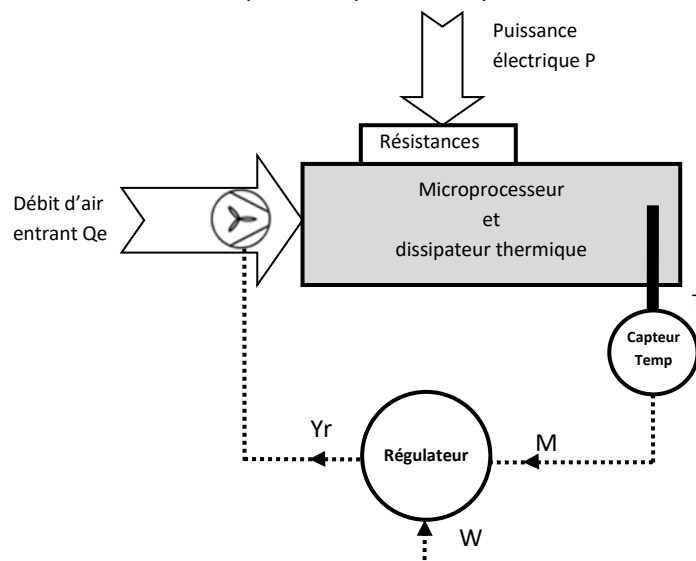

Figure 3
1. En analysant la Figure 3, justifier que l'équation 2 est celle qui doit être mise en œuvre pour permettre le fonctionnement du ventilateur lorsque la température dépasse la valeur de la consigne.